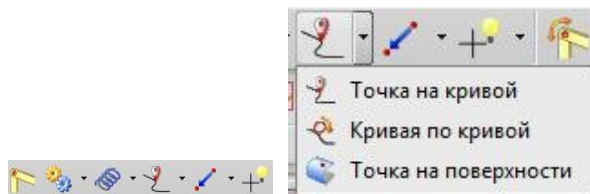
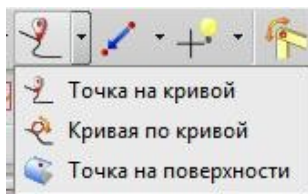

Рис.58
рис.59
•Группа моделей сложных движений представлена в инструментальной панели *Перемещение* (рис.58, третья справа пиктограмма). А полный список интересующих нас математических моделей сложных перемещений приведен на рис.59.